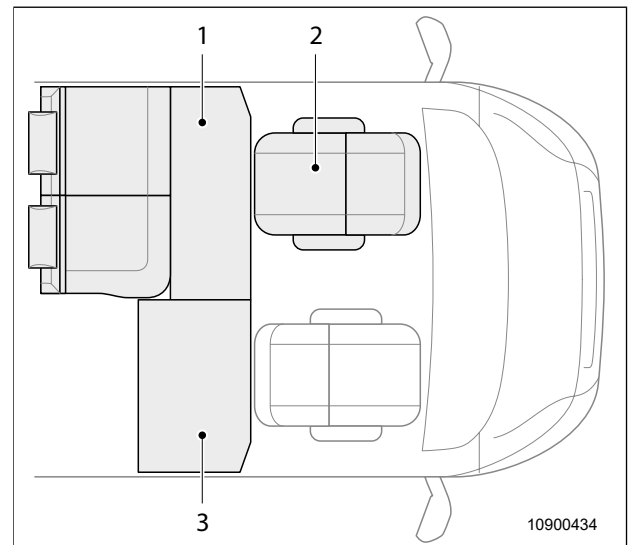

Fig. 30 Transformación de grupo de asientos en cama para huésped 2
1. Girar el asiento del conductor (Fig. 30, pos. 2). El respaldo está mostrando hacia la luna delantera.
2. Desplazar el asiento del conductor (Fig. 30, pos. 2) en dirección al volante, hasta el tope.
11. Colocar los cojines (Fig. 30, pos. 1 y 3) sobre la mesa y el bastidor.